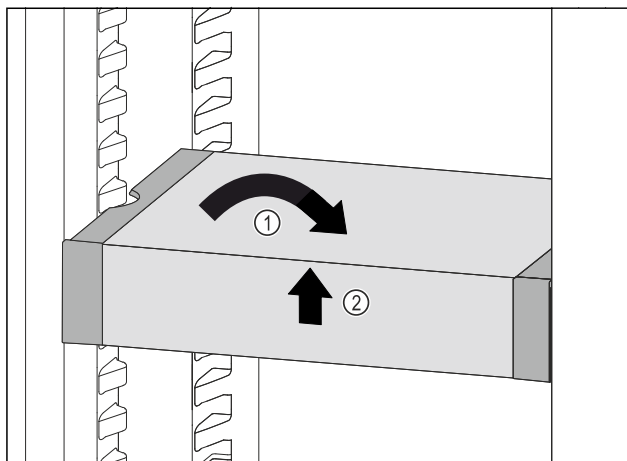

Fig. 113
- ▶ Predal VarioSafe postavite ravno. Fig. 113 (1)
- ▶ Predal VarioSafe dvignite spredaj. Fig. 113 (2)